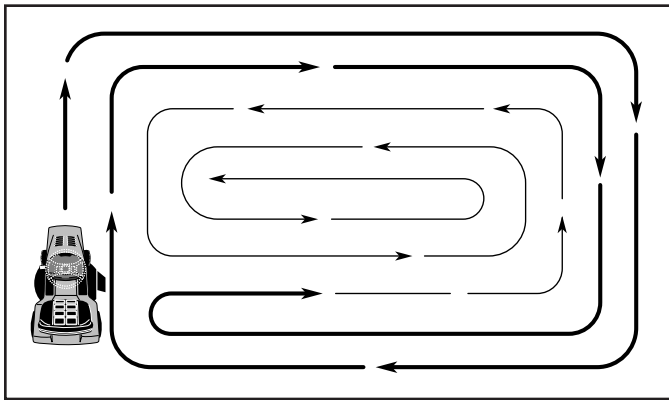

Fig. 14
- Al segar las áreas grandes, empiece girando a la derecha de modo que los recortes se descarguen, alejándose de los arbustos, cercos, entradas de automóviles, etc. Después de una o dos vueltas, siga en la dirección opuesta, haciendo virajes a la izquierda, hasta que termine (Vea Fig 14).